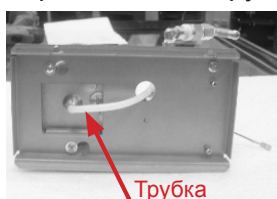

Рисунок 81
5. Установите под бойлером ёмкость для слива остатков воды и отсоедините трубку от нижней части бойлера (рис. 81, 82), открутив гайку крепления. Затем включите автомат и дождитесь полного опустошения бойлера (пока вода не перестанет течь).